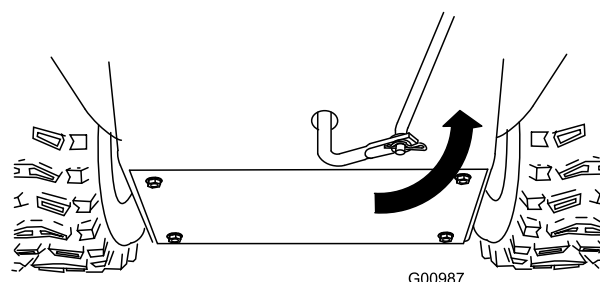

Figura 12
5. Rode o braço articulado inferior totalmente para cima (sentido contrário ao dos ponteiros do relógio) (Figura 12).